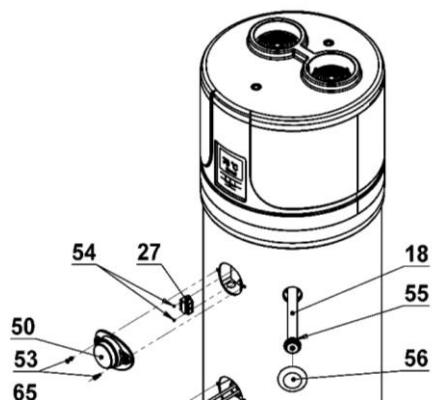

Fig. 14
10.1. Resetarea termostatului de protecție 27 (Fig.14)
- Dați jos (Demontați) panoul decorativ superior deșurubând șuruburile de fixare corespunzătoare (Fig. 14).;
- Apăsați manual butonul termostatului de siguranță până când auziți un sunet (Fig. 14).;
10.4. Anozi de magneziu 18. (Fig. 14)